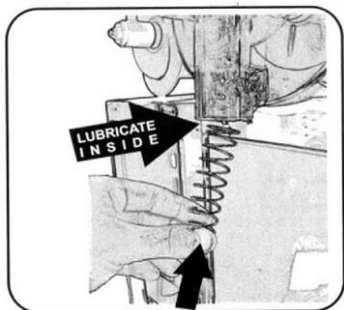
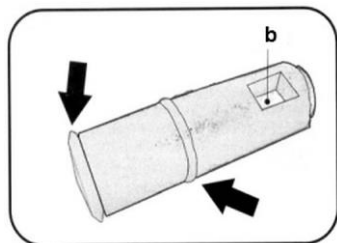

Рис. 38
Рис. 40
1. Прежде чем установить элементы сливного крана, смочить водой уплотнения сливного крана (рис. 38) и уплотнения (рис. 40).
2. Установить пружину и стержень сливного крана, как показано на рис. 38 и 39.
3. Помещая стержень сливного крана, убедиться, что малое отверстие (см. рис. 40) находится точно перед вами.